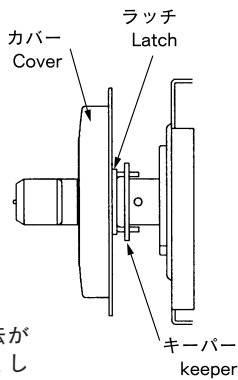

図7 Fig. 7
- ・ハンドルユニットをOFF状態にしてハンドルユニットのカバーを手で押さえながらラッチとキーパーが噛み合っている状態で扉を閉めてください。(図7)
①動作確認